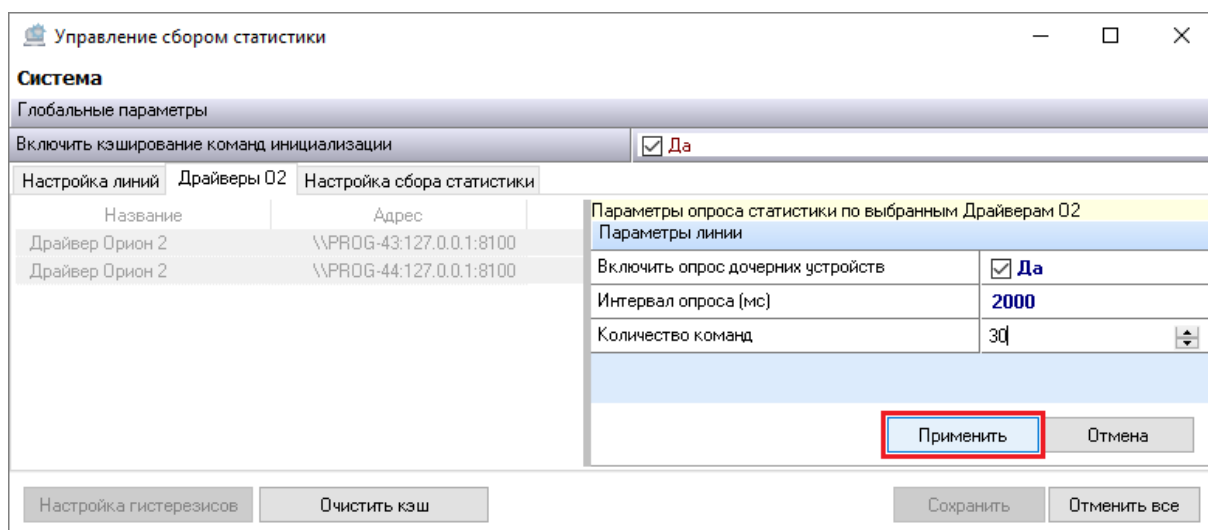

Рисунок 6-223 Применение параметров опроса статистики для выбранных Драйверов Орион 2
- 4) нажмите кнопку «Применить» (см. Рисунок 6-223).